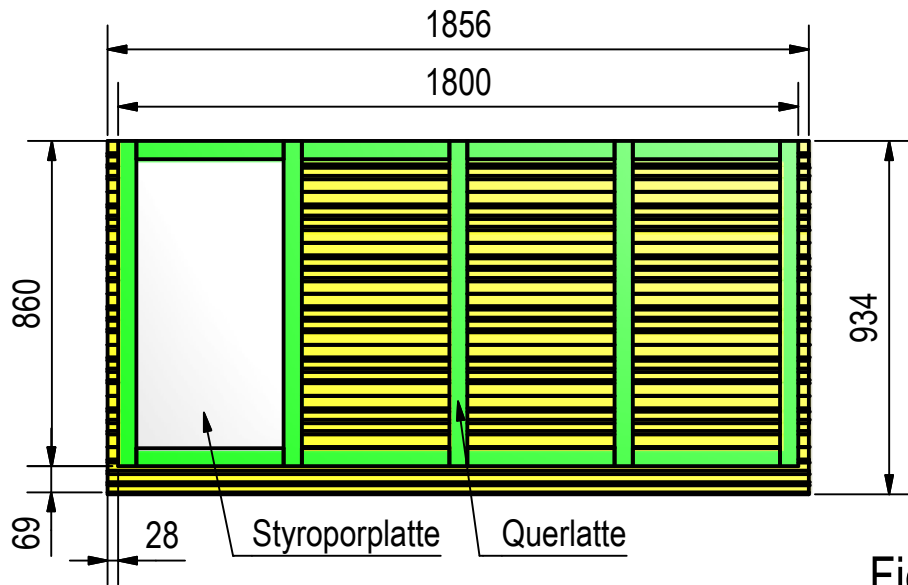

Fig. 10
#### 3.2 Rückwand (Fig. 10, 11)
- Fig. 10, 11: Hundehütte, Rückwand